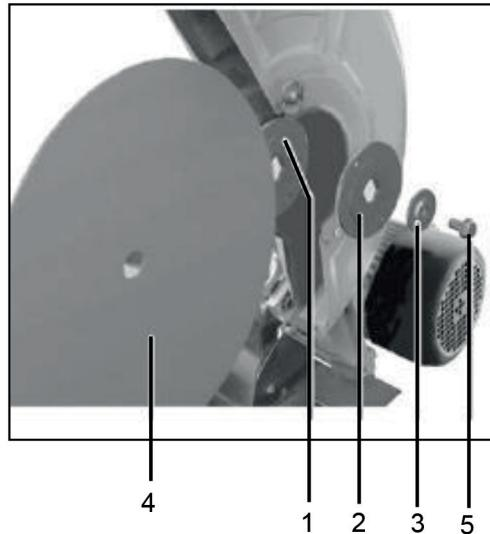

Рис. 3
3. Открутите болт крепления диска 5, снимите прижимную шайбу 3, внешний фланец 2 и диск 4 (рис. 3).